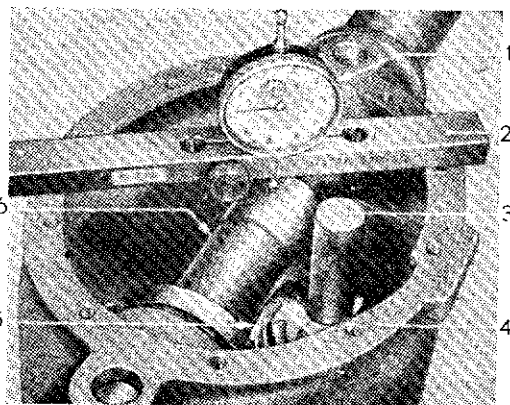

Fig. 50. — Mesure de la distance conique
- Mettre en place les calibres de réglage de distance conique (voir fig. 50).
Attention : La jauge 6 (fig. 50) doit être simplement posée sur le carter de différentiel; pour les REKORD A, cette jauge comporte deux méplats à chaque extrémité. Pour les REKORD P II, cette jauge ne comporte pas de méplats et il est nécessaire, après sa mise en place dans le carter, d'assurer sa fixation à l'aide des chapeaux de roulements de différentiel.
- Amener le comparateur au-dessus de la jauge 6 (fig. 50) et le mettre à zéro.
- Amener le comparateur au-dessus du calibre 3 (fig. 50) et déduire la valeur obtenue du chiffre non souligné frap-